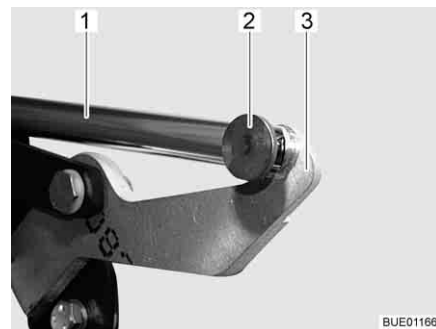

Bild 117 Antrieb
- Verbindung (z. B. Stift und Federstecker) (Bild 117,2) zwischen Schubstange (Bild 117,1) und Hebel (Bild 117,3) abnehmen.